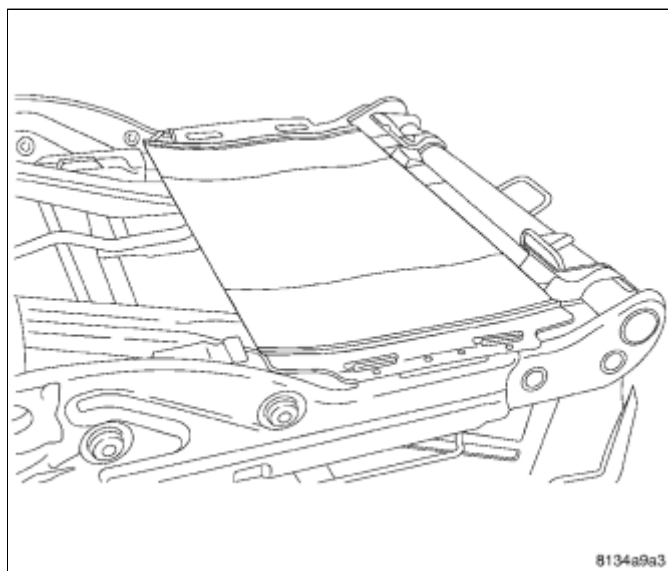

图 2 第二排座垫总成
4. 从垫板上拆下座垫罩和塑料\(图 2\)。
1. 将座垫和塑料放在一起并放在座垫板上(图 2)。